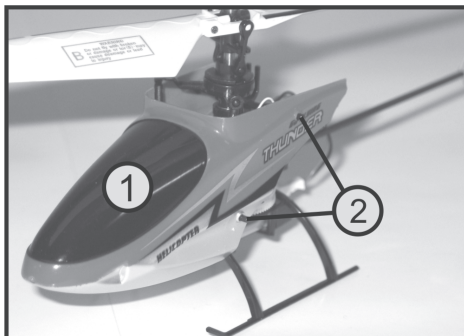

Afbeelding 8
Na ca. 5 seconden licht de LED permanent op en de beide tuimelschijf-servo's (3), die rechts en links op de centrale platine zijn aangebracht, lopen in de basisinstelling. De tuimelschijf (4) moet dan loodrecht zijn gericht (zie hulplijn in de onderste afbeelding bij afbeelding 8).
Voor een betere weergave werd voor afbeelding 8 de cabinekap afgenomen. Hef daarom de cabinekap (zie afbeelding 9, pos. 1) rechts en links van de beide houderbouts (zie afbeelding 9, pos. 2) en trek de kap naar voren af.
Zender en ontvanger zijn al in de fabriek op elkaar afgestemd en kunnen meteen gebruikt worden. Wanneer bij ingeschakelde zender van de vliegaccu wordt aangestoken, knippert de LED op de helikopterplatine (zie afbeelding 8, pos. 1) eerst 5 seconden snel en licht daarna voortdurend op.